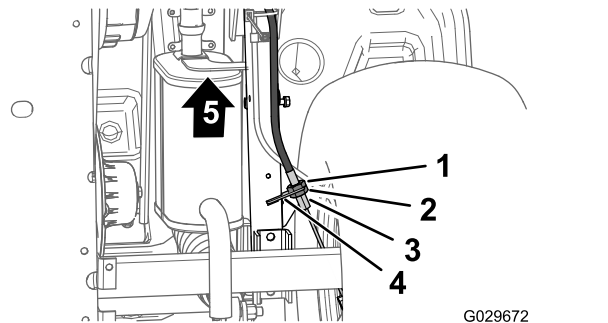

Figura 64
3. En la parte inferior de la máquina, afloje 4 vueltas la contratuerca trasera del ajustador roscado del cable del freno de estacionamiento (Figura 64).
4. Apriete la contratuerca delantera (Figura 64).
- A. Afloje 1 vuelta la contratuerca delantera (Figura 64) del ajustador roscado del cable del freno de estacionamiento.
- B. Apriete la contratuerca trasera (Figura 64).
- A. Afloje 1 vuelta la contratuerca trasera (Figura 64) del ajustador roscado del cable del freno de estacionamiento.
- B. Apriete la contratuerca delantera (Figura 64).